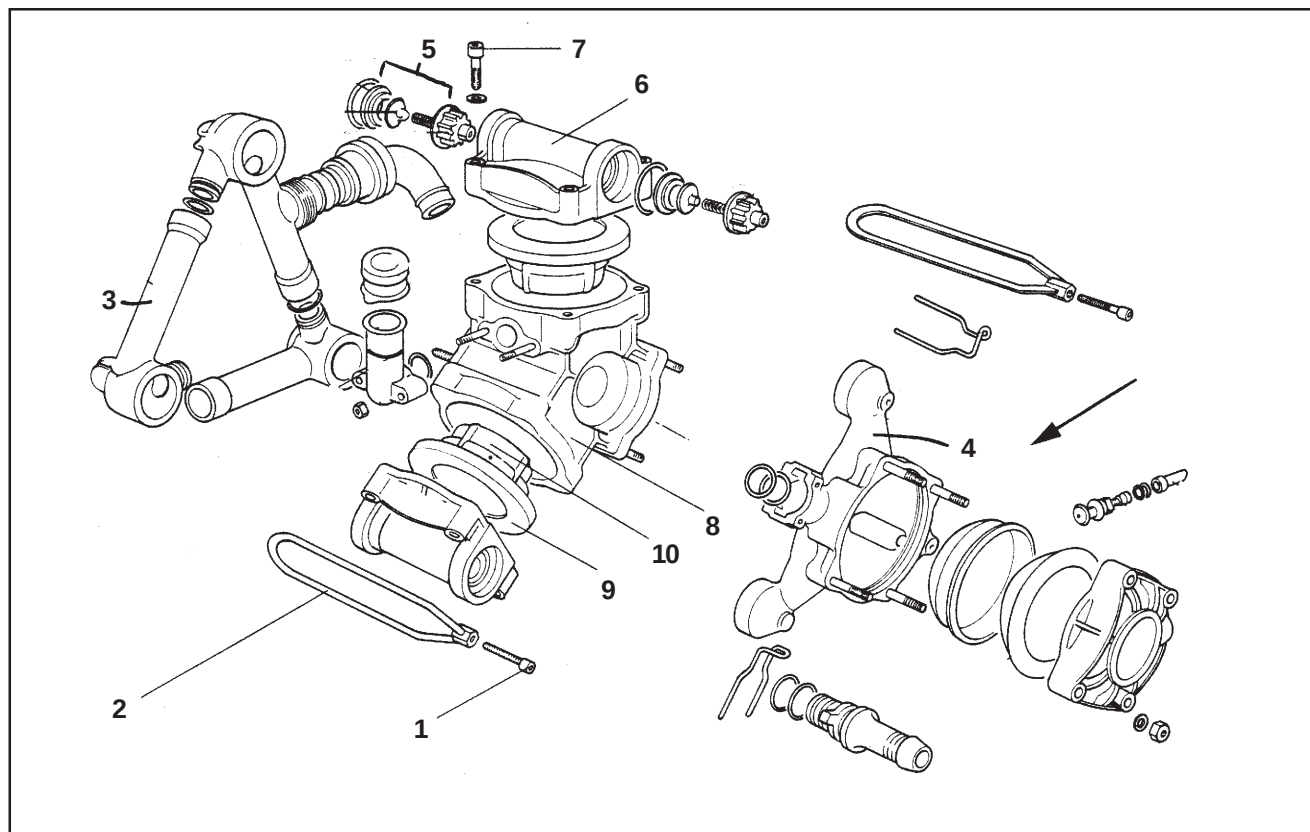
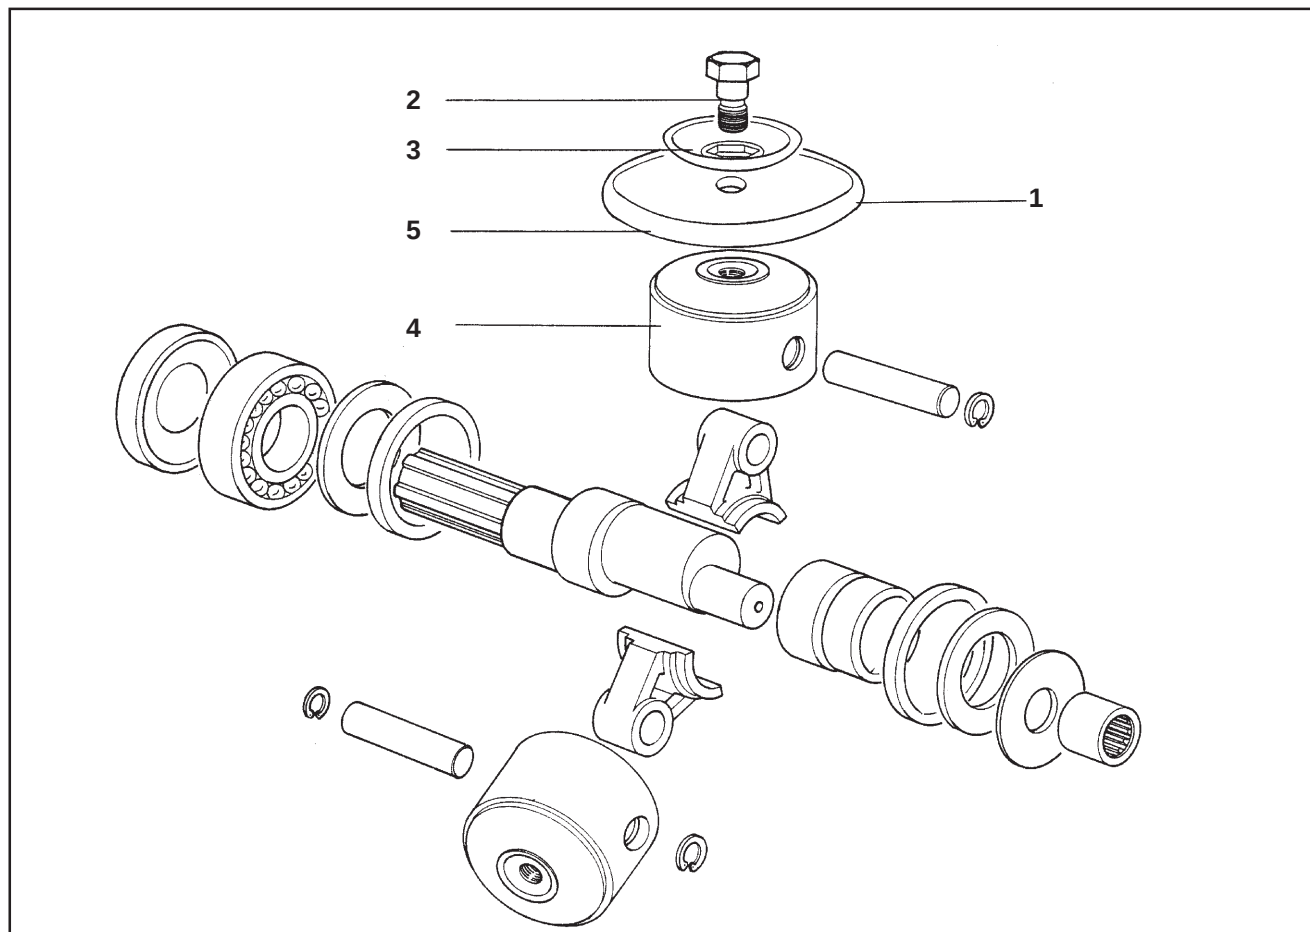

Рис. 9.7
Рис. 9.8
Наличие в маслозаливных штуцерах смеси масла с опрыскивательным раствором и повышенный расход масла - надежный признак неисправности мембраны поршней. В этом случае необходима полная замена всех поршневых мембран (рис. 9.8/1).
Как минимум 1 раз в год проверяйте методом демонтажа состояние поршневых мембран (рис. 9.8/1).
- Отвинтить винты (рис. 9.7/1).
- Снять натяжной бугель (рис. 9.7/2), всасывающий и выпускной патрубки (рис. 9.7/3 и 9.7/4) вместе с клапанной группой (рис. 9.7/5). **Обратить внимание на положение впускного и выпускного клапанов!**
- После удаления винтов (рис. 9.7/7) снять головку блока цилиндров (рис. 9.7/6).
- Проверить поршневые мембраны (рис. 9.8/ 1).
- Освободить винты (рис. 9.8/2) и снять с поршня (рис. 9.8/4) мембрану (рис.9.8/1) вместе со стопорной шайбой (рис. 9.8/3).
- Извлечь цилиндр (рис. 9.7/9) из корпуса насоса.
- Установить цилиндр в корпус насоса с правильным соблюдением гнезд (рис. 9.7/10).
- Установить поршневую мембрану (рис. 9.8/ 1).
Поршневую мембрану крепить стопорной шайбой и винтами на поршне таким образом, чтобы ее край (рис. 9.8/5) был обращен в сторону головки блока цилиндров (рис. 9.7/6).